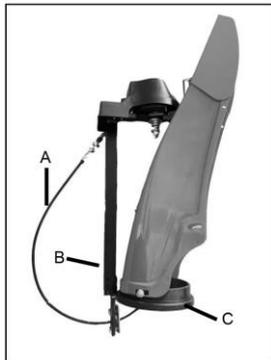

Рис.1
2. Поместите желоб на машину так, чтобы конец желоба (С) (рис.1) находился в седле желоба (А) (рис.2). Убедитесь, что опорная планка желоба (В) (рис.1) находится в правильном положении в седле (В) (рис.2).
3. Прикрепите опорную планку желоба (В) (рис.1) в посадочное место (В) (рис.2) двумя болтами и металлической пластиной.